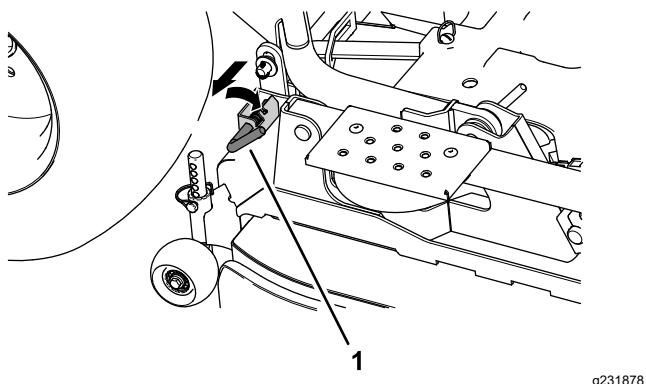

Figure 113
3. Avant d'abaisser le plateau, tirez et tournez les axes de liaison arrière des deux côtés du plateau de coupe (Figure 113).
13. Tournez les axes de liaison arrière pour engager les biellettes de levage arrière du plateau de coupe ; voir Figure 113 sous Dépose du plateau de coupe \(page 82\).